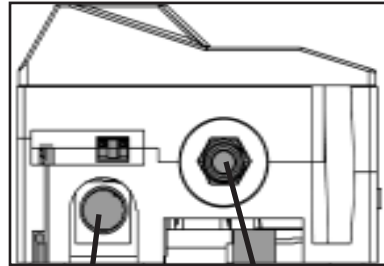

Bild 7
- DN 50 avloppsrör (grå cirkel i bild 7) med ett fritt fall avstånd på minst 50 mm och en nedströms DN70-tratt till avlopp eller pumpstation.